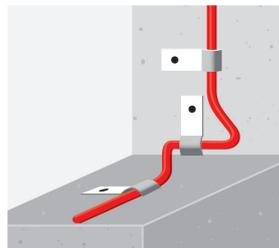

Abb. 2
- bei sehr großen Wandstärken ( $d > 60$  cm): im Abstand von 25 cm von der Wasserseite verlegen (Einbau in Eckbereichen: Abb. 2)